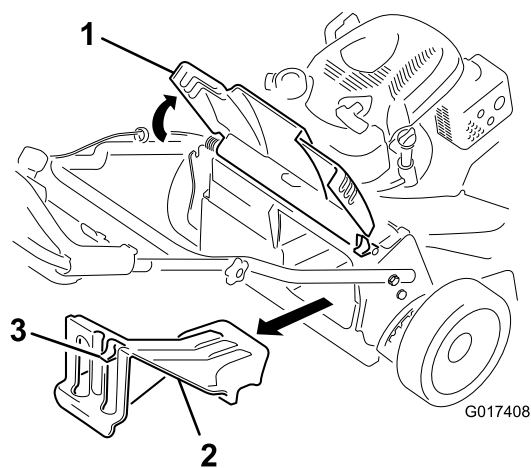

Figure 25
1. Soulevez le volet arrière et gardez-le dans cette position (Figure 25).
2. Retirez l'obturateur d'éjection arrière en appuyant sur le dispositif de verrouillage avec le pouce et en tirant l'obturateur hors de la machine (Figure 25).